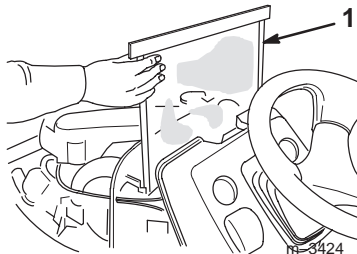

Bild 9
4. Ziehen Sie das Kühlgitter (Bild 9) aus den Halteschlitten zwischen dem Kühler und dem Armaturenbrett der Zugmaschine hoch.